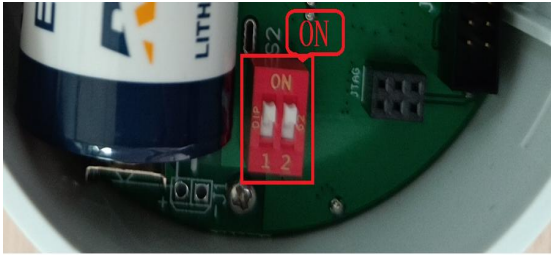

图 1
- 1、打开后盖，设备供电（2 位拨码开关拨到“ON”）如图 1 红色拨码所示，用微信中的小程序扫码，查看数据；